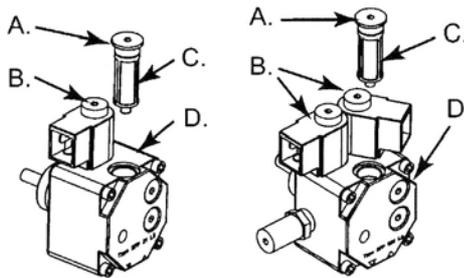

Рис.11
Пояснения к Рис.11:
- Открутите гайку (А рис. 11), которая крепит элемент фильтра к насосу
- Выньте элемент фильтра (С рис.11) наружу